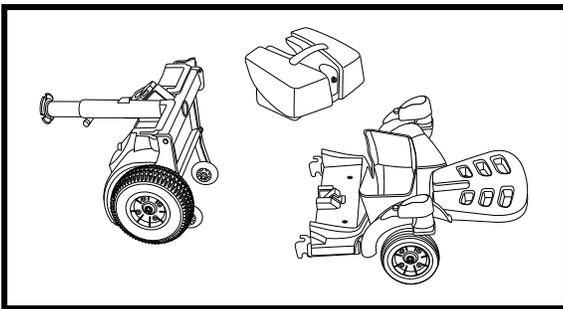

Figure 13. Positionnement de la section arrière
1. Penchez la section arrière vers l'arrière jusqu'à ce qu'elle soit sur les roulettes antibascule. **Voir la figure 13.**